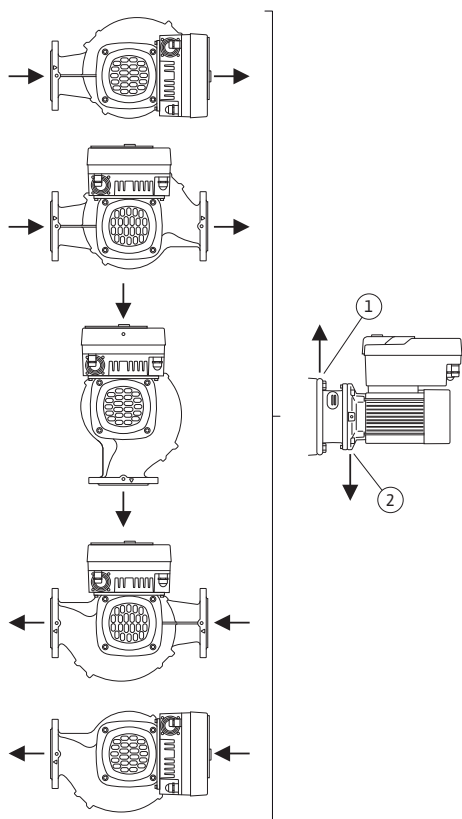

Fig. 17: Přípustné montážní polohy s vodorovnou hřídelí
- U vodorovné hřídele motoru je nutné, aby otvor pro kondenzát směřoval dolů (Fig. 17, poz. 2). Popřípadě je nutné otočení motoru.